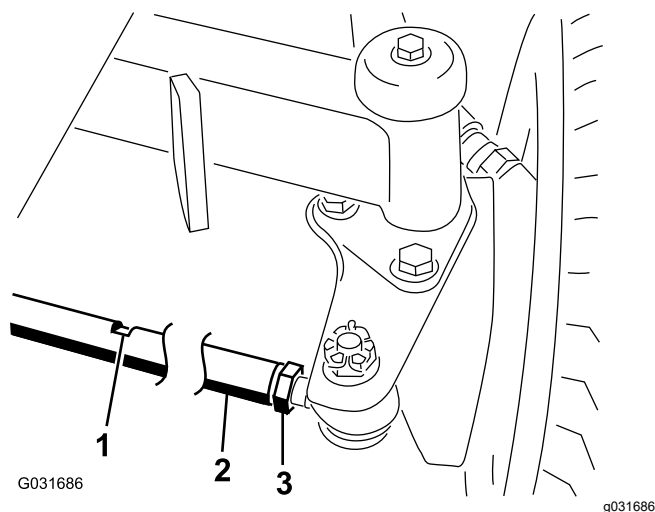

Рисунок 83
2. Ослабьте зажимную гайку с каждой стороны соединительной тяги (Рисунок 83).